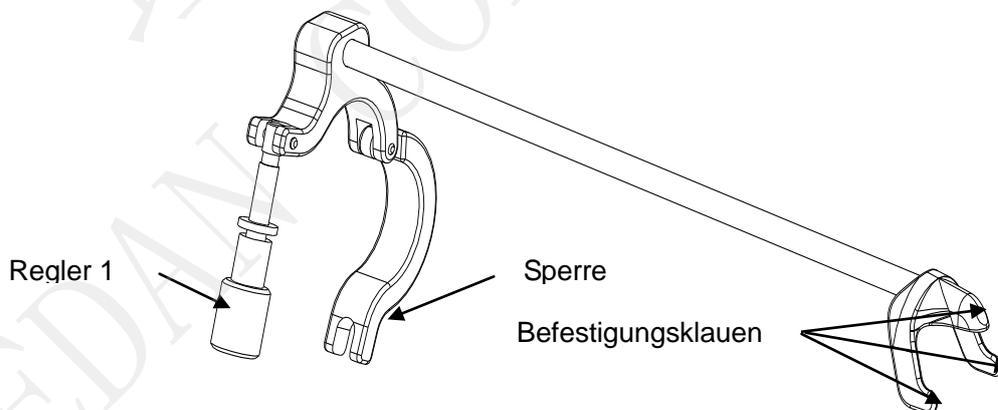

Abbildung 6-36 Aufbau des Nadelführungshalterungs-Kits
Schritt 1: Nehmen Sie das Nadelführungshalterungs-Kit aus der Verpackung, und prüfen Sie es sorgfältig auf Beschädigungen. Identifizieren Sie das entsprechende Nadelführungshalterungs-Kit (Das eindeutig passende Nadelführungshalterungs-Kit jeder Sonde finden Sie in Tabelle 3-2 Nadelführungshalterungs-Kits des Benutzerhandbuchs). Der Aufbau des Nadelführungshalterungs-Kits für die Endokavitärsonde ist in Abbildung 6-36 dargestellt.